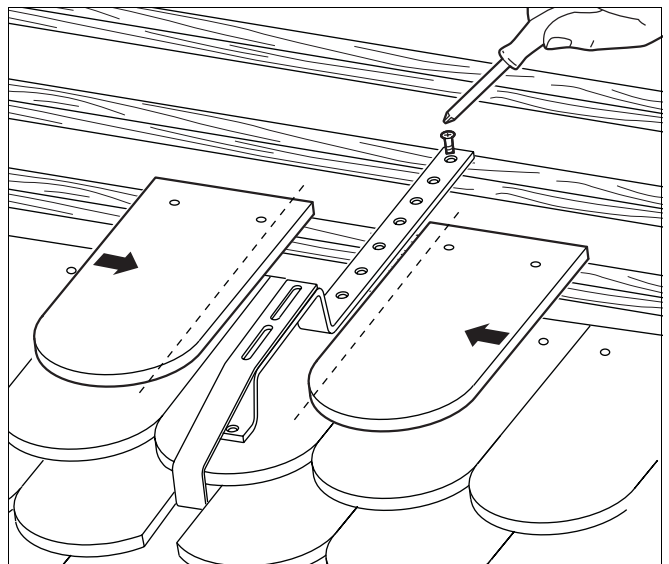

Fig. 29 Cortar à medida e montar telhas planas
- ▶ Corte novamente as telhas planas adjacentes à medida (Fig. 29) e fixe-as no ripado.